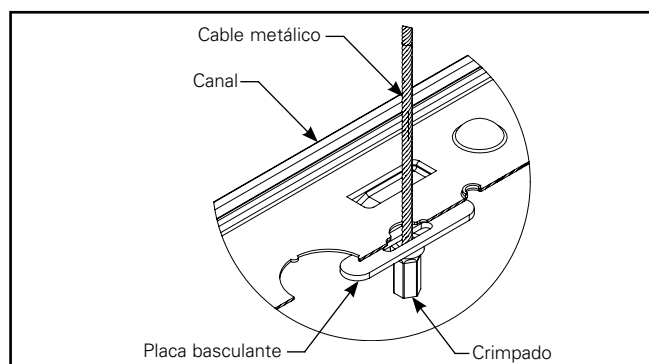

Figura 4.3.
- C. Después de insertarlo, asegúrese de que la superficie del espesor de la placa basculante esté paralela a la superficie superior y dentro del canal (Figura 4.3).